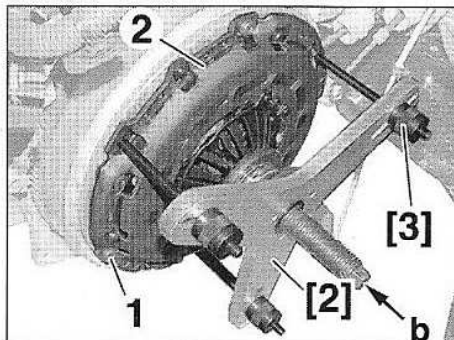

FIG.3
- Déposer 3 des vis (1) (une vis sur deux) (Fig.3).
- Positionner les outils [2] et [3] sur le mécanisme d'embrayage (2).
- Visser les 3 tiges de maintien [3] à la place des vis (1).
- Comprimer le mécanisme d'embrayage (2) en agissant sur la vis centrale de l'outil [2] en (b).
- Finir de déposer les vis (1) restantes.
- Détendre le mécanisme d'embrayage (2) en agissant sur la vis centrale de l'outil [2] en (b).